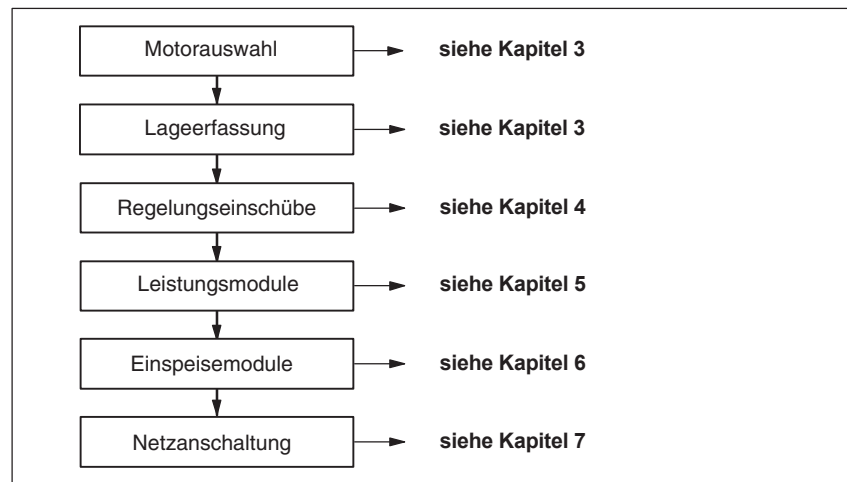

Bild 1-4 Auswahl der Komponenten
- Phase 1            Auswahl der Komponenten            (siehe Bild 1-4)